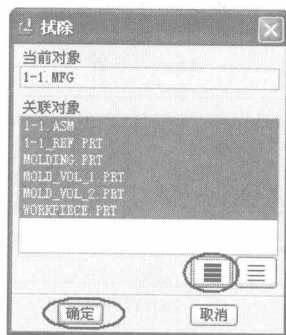

图1-37 拭除内存中的所有文件
33. 选择菜单栏中的【文件】/【拭除】/【当前】命令，系统弹出如图 1-37 所示的【拭除】对话框，依次单击  和 按钮，将对话框中显示的所有模具相关文件从内存中拭除，为下一个模具设计做准备，以免发生文件名重叠冲突现象（模具相关文件从内存中拭除后，硬盘中保存的文件仍然存在，用户可以在任何时候将其打开）。